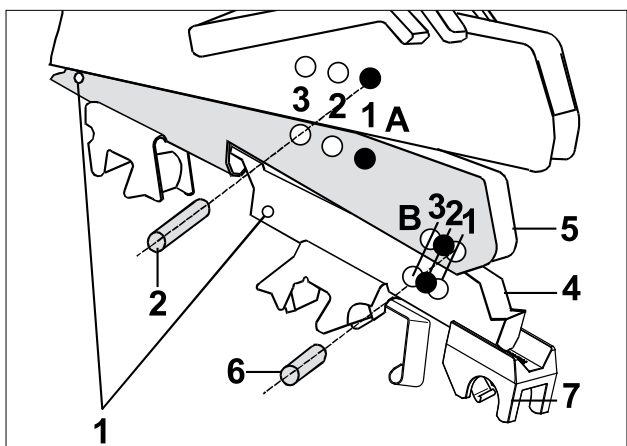

Abb. 7
- Führen Sie die Kombination aus vorderem und hinterem Verteiler mit EliTe®-Aufnahme und der neuen EliSpring in den Träger ein und bringen Sie die A1 Öffnungen in Deckung zueinander (Abb. 7).